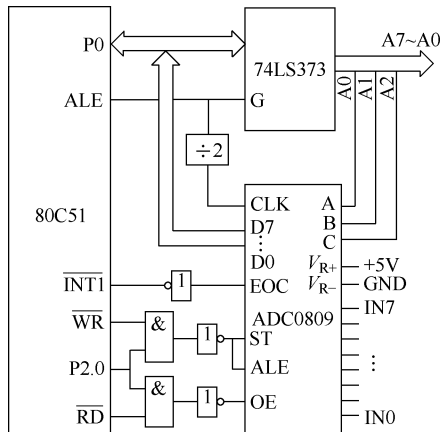

图 8-3 ADC0809 与 80C51 接口电路图
需要有三态缓冲功能,即 A-D 转换器芯片必须通过三态门“挂上”数据总线。ADC0809 芯片已具有三态输出功能,因此,ADC0809 与 80C51 的接口比较直接,如图 8-3 所示。
如图 8-3 中所示,8 路模拟通道选择信号 A、B、C 分别接最低 3 位地址 A0、A1、A2 (即 P0.0、P0.1、P0.2),而地址锁存允许信号 ALE 由 P2.0 控制,则 8 路模拟通道的地址为 FEF8H ~ FEFH。因转换结束信号 EOC 高电平有效,所以经反相器与  $\overline{\text{INT1}}$  引脚相连。在进行 A-D 转换之前,必须先用“MOVX @DPTR, A”指令启动 A-D 转换。此时,  $\overline{\text{WR}} = 0$ , P2.0 也是低电平,于是 A-D 转换开始。当 A-D 转换完成后,EOC 变为高电平,随之 80C51 单片机的  $\overline{\text{INT1}}$  变成低电平,向单片机提出中断申请。若中断得到响应,便进行读操作 ( $\overline{\text{RD}} = 0$ , P2.0 = 0),读出 A-D 转换结果。
**【例 8-1】** 设有一个 8 路巡回检测系统,其采样数据依次存放在外部 RAM A0H ~ A7H 单元中,按图 8-3 的接口电路,ADC0809 的 8 个通道地址为 FEF8H ~ FEFH。试进行程序设计。